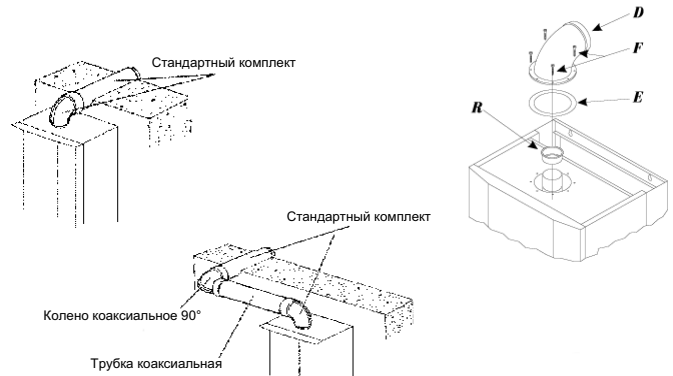

Рис. 13 – Горизонтальная трасса отвода прод.сгорания
Примечание: При длине коаксиальной трубы больше 4 м (эквивалентной) необходимо выбрать кружок-заслонку (R), размещенную на выходе вентилятора (см.рис.13).
- Установите прокладку (E) на дно колена (D).
- Осторожно вложите прокладочный кружок (J) в нижнюю и верхнюю части внутри колена.
- Установите внешний резиновый прокладочный кружок (G) на трубу входа воздуха (A).
- Проведите коаксиальную трубу через отверстие в стене так, чтобы кружок (G) был на уровне внешней стены.
- Установите манжету и скрепление (C) на трубку и колено (D) и убедитесь, чтобы внутренние и внешние трубки были герметичными.
Примечание: Максимальная горизонтальная длина (колено и 8 м без сгибов) равняется 9 м (эквивалентным). При длине горизонтальной трассы больше 3 м (эквивалентной) необходимо выбрать кружок-заслонку (R), размещенную на выходе из вентилятора (см.рис. 13).